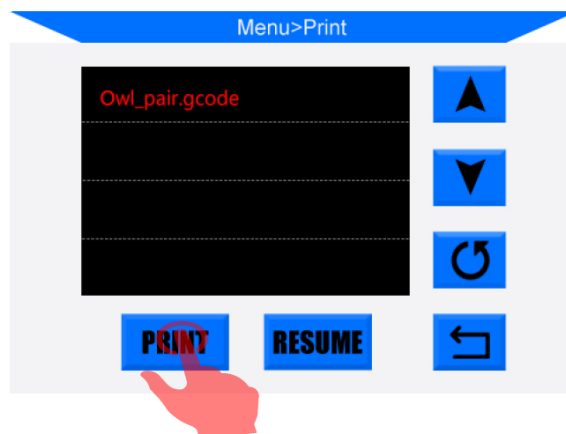

Abbildung 10
Schritt 7 Testdruck: Legen Sie die SD-Karte (Rückseite nach oben) in den SD-Kartensteckplatz an der Basis ein. Klicken Sie im Home-Menü auf "Print" um die Dateiliste aufzurufen, (**Abb. 10**). die eine druckbare Testdatei enthält - "owl_pair"